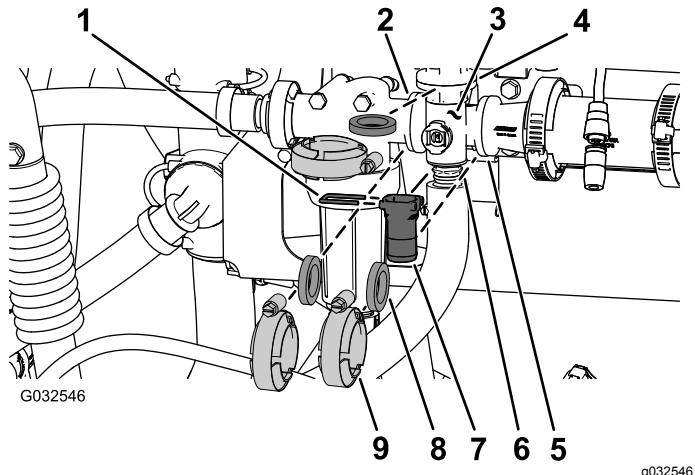

Figura 97
1. Retire las abrazaderas, las juntas, la conexión rápida y el pasador de conexión rápida que sujetan el distribuidor de la válvula de agitación a la válvula de desvío de agitación, la cabeza del filtro de presión, el racor reductor y el acoplamiento del adaptador (válvula de control de agitación) como se muestra en Figura 97.